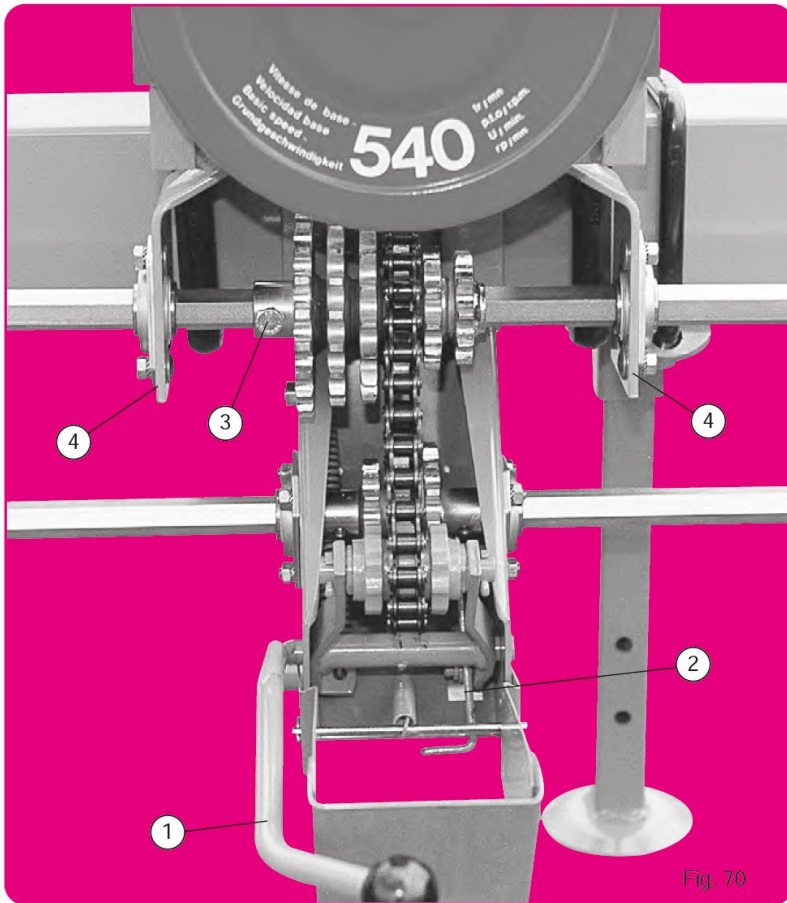

Fig. 70
- Ustawienie normalne (fig. 70) dla siewnika o parzystej liczbie rzędów i rozstawie między rzędami powyżej 45 cm.